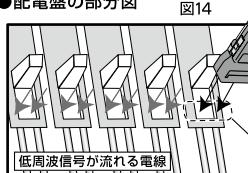
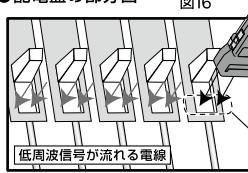

図14
図16
- 3.分電盤の扉を開け、ブレーカーのハンドル部に受信器の探査用センサー部を順次当ててください。(図14)
- 3.分電盤の扉を開け、ブレーカーのハンドル部に受信器の探査用センサー部を順次当ててください。(図16)※浮かせて測定しないでください。
- 該当するブレーカーの近くのブレーカーでも同等の判定用LEDが点灯する場合があります。分電盤のカバーを開け直接ブレーカーのハンドル部に当てて測定すると分かりやすいです。(図14)それでも判定が困難な時の最終判定は負荷線に受信器の探査部を当てて確認してください。(図16)※浮かせて測定しないでください。